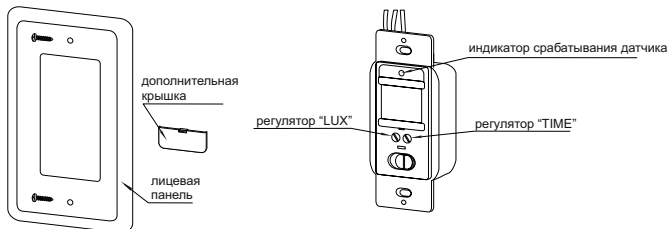

Рисунок 7 – Конструкция датчика движения ДД 028
- открутить два винта и снять лицевую панель с основания датчика (рисунок 7);
Регулятор выдержки времени включения датчика «TIME» и уровня освещенности «LUX» находится под дополнительной крышкой (рисунок 7), которая снимается с помощью отвёртки. Регулировка осуществляется с помощью отвёртки с прямым шлицем.